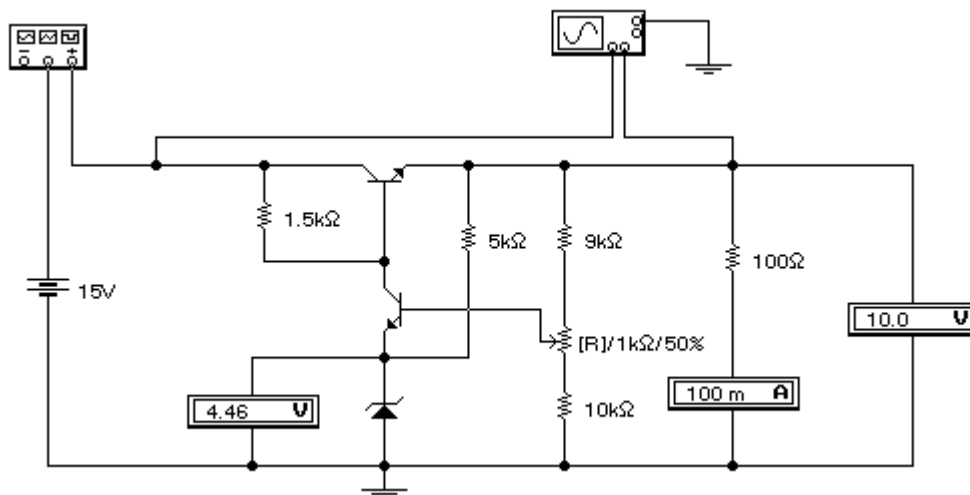

Рис. 2 – Компенсационный стабилизатор напряжения
2. Оценить основные параметры компенсационного стабилизатора напряжения, выполненного по простейшей схеме (рис. 2).